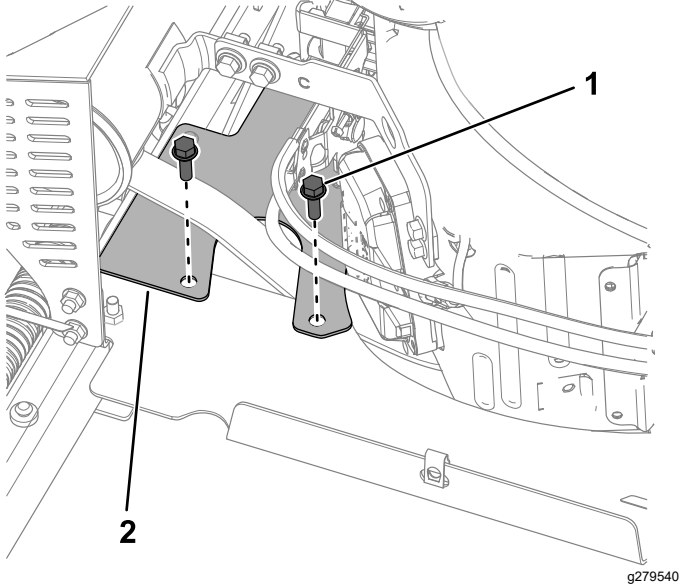

Figura 35
2. Retire los 2 pernos (5/16" × 1") y el protector de la correa (Figura 35).